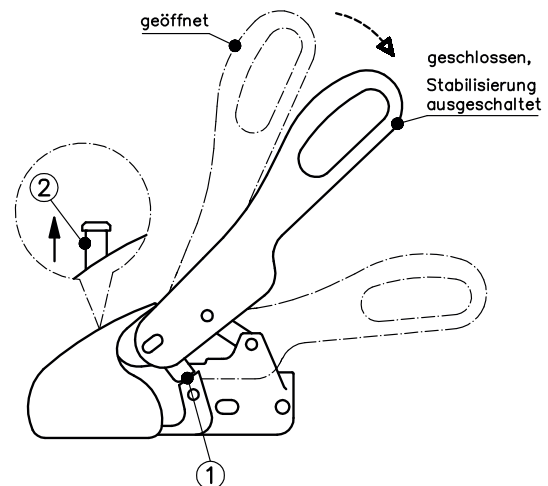

Bild 4: Ankuppeln
Zum Rangieren des Anhängers nehmen Sie bitte die am Anhänger angebrachten Haltegriffe anstatt den Bedienungshebel der WS 3000/WS 3500. Die geöffnete Zugkugelkupplung wird auf die Kupplungskugel des Zugfahrzeuges gesetzt. (Bild 4) Durch die Stützlaster und eine evtl. zusätzliche Belastung der Deichsel schließt die Zugkugelkupplung automatisch, und die seitlichen Sicherungslaschen (1) stehen parallel gegenüber der Sicherungsflächen am Gehäuse. (Bild 4) Befindet sich die Kupplungskugel im Kupplungsgehäuse, ist der grüne Stift der Kontrollanzeige (2) sichtbar. (Bild 4)
Bei längerem Nichtgebrauch sollte der Anhänger mit geschlossener Zugkugelpkupplung abgestellt werden, hierzu den geöffneten Bedienungshebel (Bild 4) anheben, gleichzeitig die Kugelpfanne (bewegliches Element - Bild 9) nach vorne ziehen oder den **SAFETY BALL** in den Kugelraum drücken und den Bedienungshebel langsam schließen.